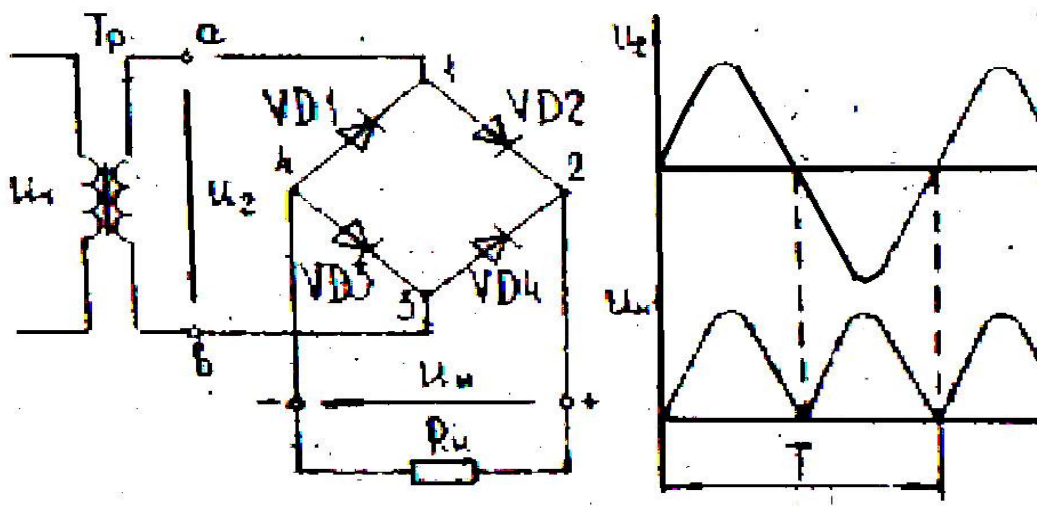

Рис. 5.2. Схема (а) и временные диаграммы напряжения однофазного мостового выпрямителя
2. Схема однофазного мостового выпрямителя с трансформатором приведена на рис. 5.2.а.